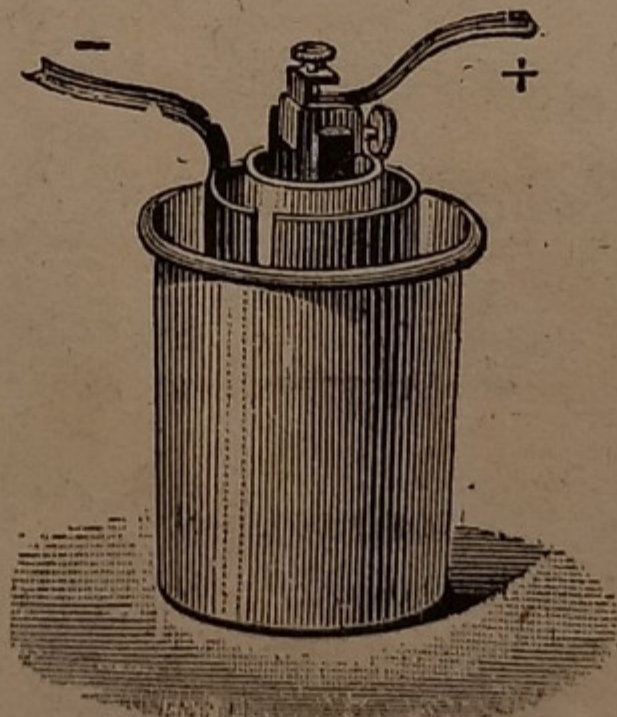

Fig. 132.
*Pila Bunsen* (fig. 132). — Differisce dalla *Daniel* soltanto perchè entro il vaso poroso v'è una soluzione d'acido nitrico in cui pesca un prisma di carbone di storta.